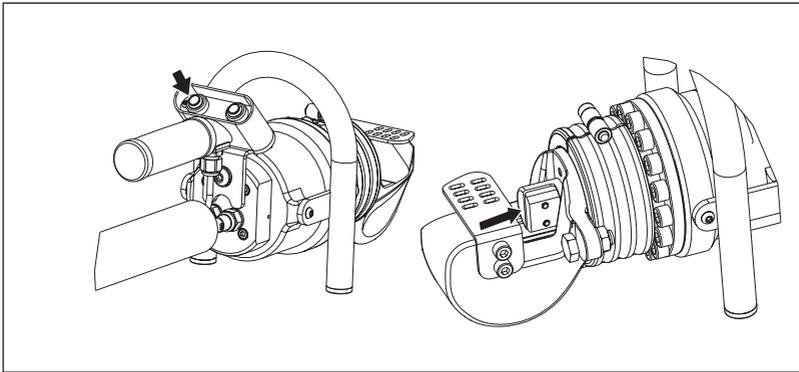

Abbildung 10, Betrieb - Einfahren
- Drücken Sie den Druckschalter **Einfahren** und halten Sie diesen gedrückt, um den Kolben einzufahren und das bewegliche Messer zurückzuschieben. Siehe Abbildung 10.